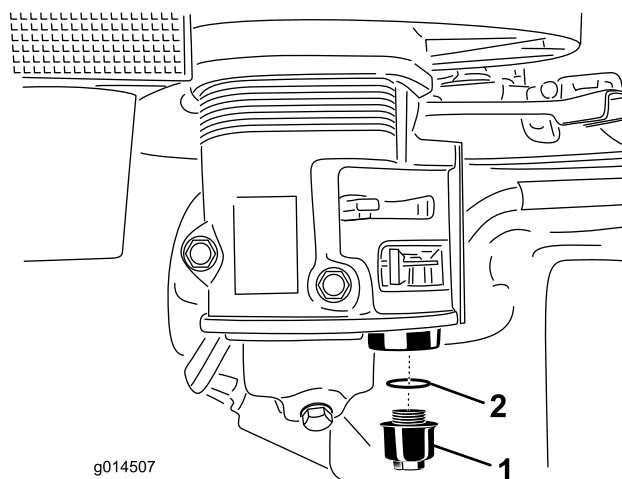

Figure 13
- Dévissez la cuvette de décantation. Attention à ne pas perdre le joint torique (Figure 13).